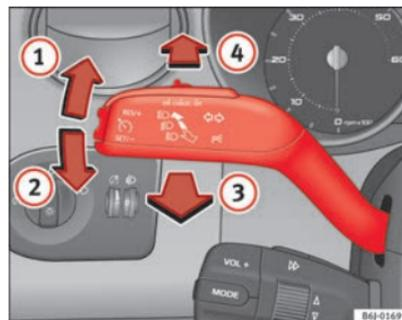

Abb. 62 Blinker- und Fernlichthebel
- Drücken Sie den Hebel bis zum Anschlag nach oben  → Abb. 62 , um **rechts** zu blinken bzw. nach unten , um **links** zu blinken.
- Drücken Sie den Hebel nach vorne ⇒ Abb. 62  4, um das Fernlicht einzuschalten.